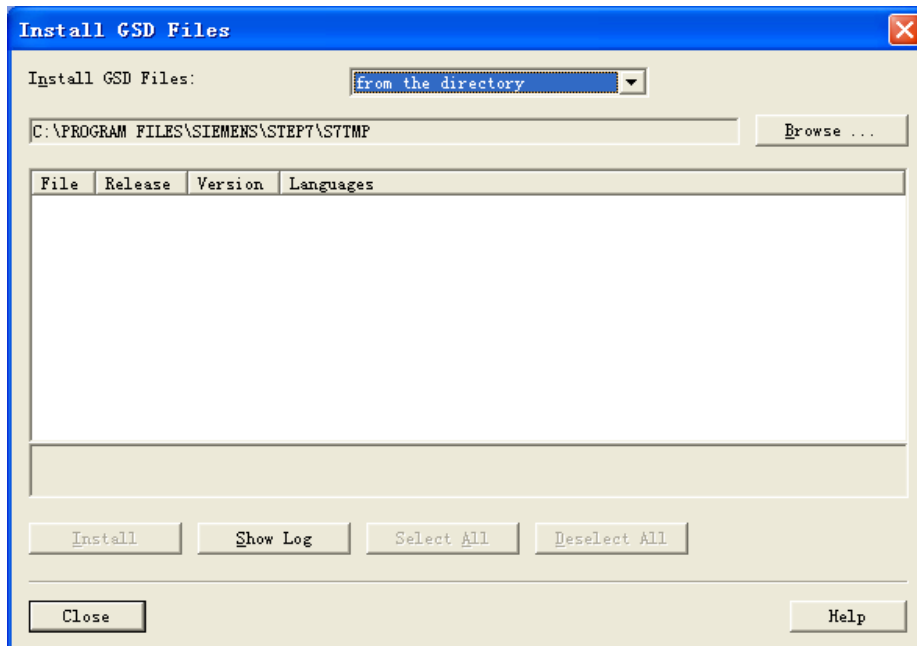

图 4.37 安装 GSD 文件
- a) 在“HW Config”的菜单中选择“Options→ Install GSD File...”选项，将打开导入 GSD 文件窗口，如下图 4.37 所示：